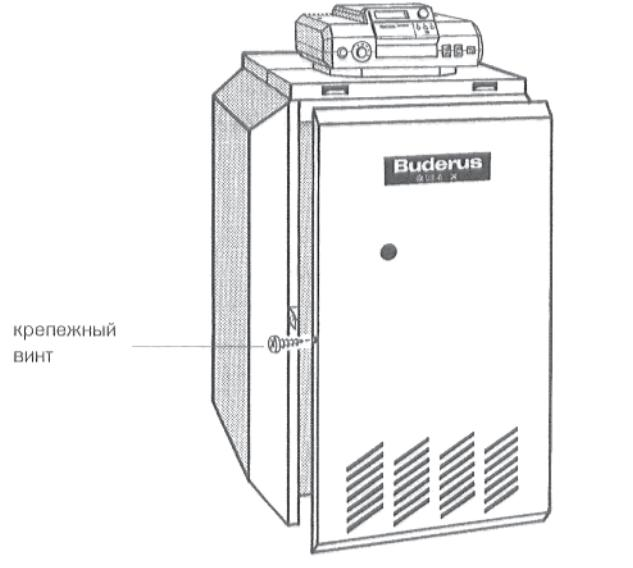

Рис. 39: монтаж передней стенки котла
- Винтить крепежные винты слева и справа в боковые стенки (рис. 39).